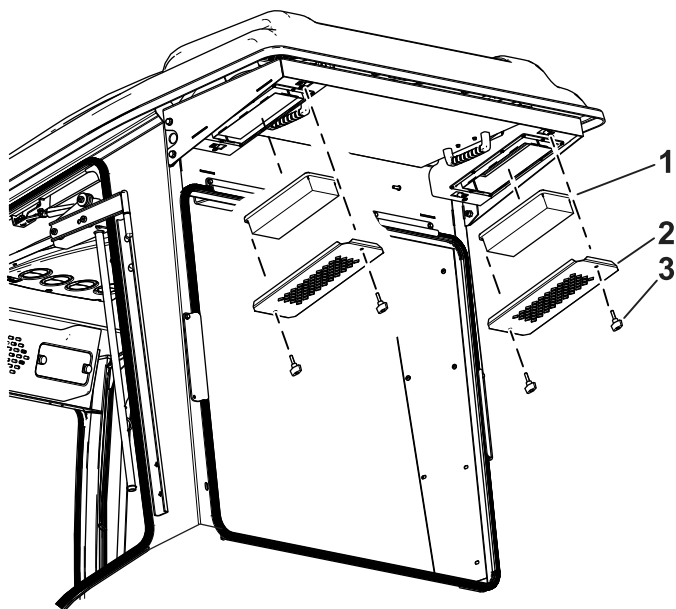

Figura 34
1. Retire los tornillos de mariposa y las rejillas de los filtros de aire traseros de la cabina (Figura 34).